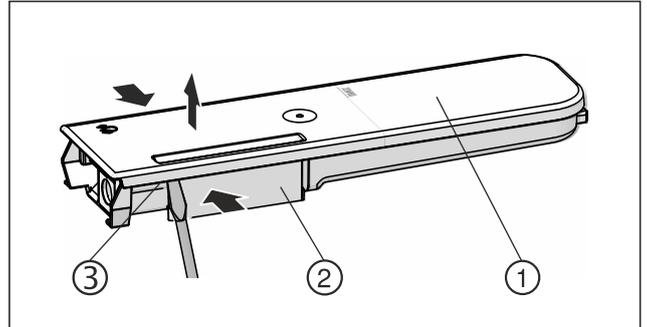

Fig. 128
- ▶ Presionar el depósito de agua Fig. 128 (2) y hacer palanca con cuidado en la tapa Fig. 128 (1) sobre los pestillos Fig. 128 (3) y tirar de ella hacia arriba.
- ▶ Mover suavemente la tapa Fig. 128 (1) hacia delante y hacia atrás y retirarla hacia arriba.